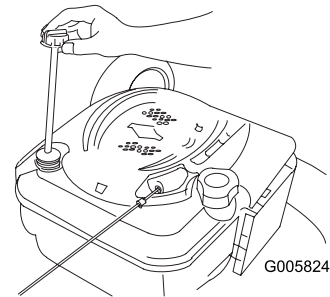

Bild 39
1. Ziehen Sie den Peilstab heraus (Bild 39).